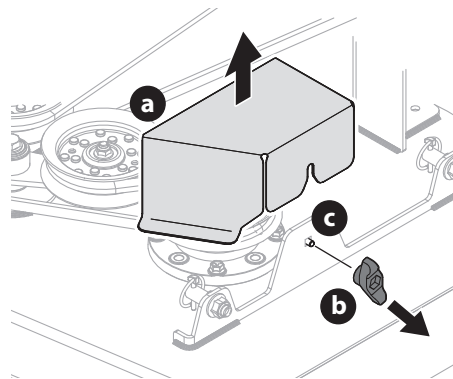
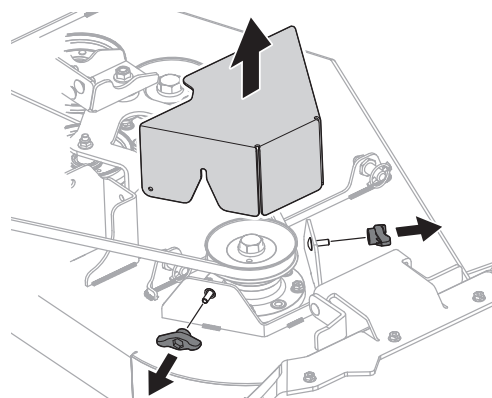

Fig. 17
Fig. 18
- Limpie la parte superior de la plataforma de corte, debajo de las cubiertas de husillos y del área de correas (Fig. 17 y Fig. 18).